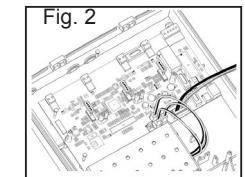

Fig. 2
- Collocare e fissare il modulo di espansione con le viti di fissaggio fornite con la scheda. (Fig.2). Una volta fissato il modulo, collegare i connettori